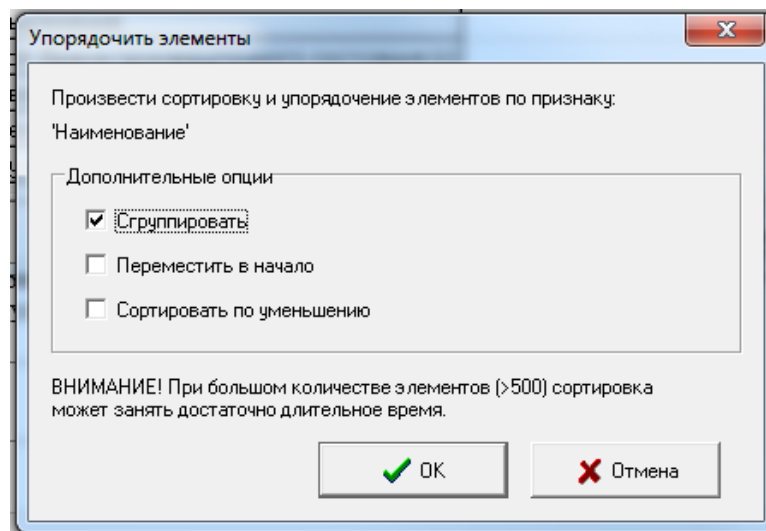

Рис. 10.1.5 Упорядочить компоненты описания параметров одного уровня
- упорядочить записи одного уровня. Варианты упорядочения приведены на Рис. 10.1.5;